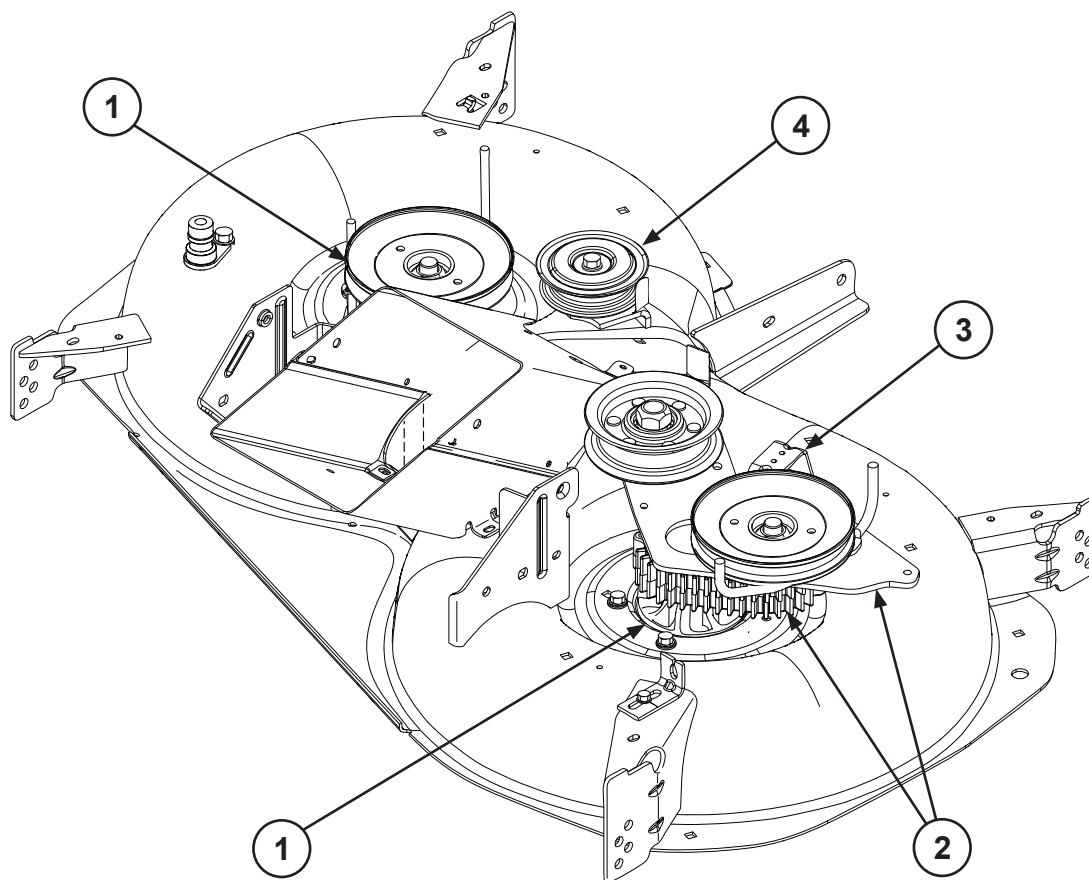

Fig. 1
- (RU) 1. Снимите режущую деку с агрегата (см. руководство по эксплуатации трактора).
- (EE) 1. Eemaldage seadmelt niiduki lõikeosa (vt traktori kasutusjuhendit).
- (LT) 1. Iš vejapjovės išimkite pjovimo agregatą (žr. jūsų traktoriuko savininko žinyną).
- (LV) 1. Noņemiet pļaujmašīnas korpusu (skatiet traktora lietotāja rokasgrāmatu).
- (BG) 1. Демонтирайте косилния апарат от агрегата (вижте ръководството за собственика на вашия трактор).
- (RO) 1. Demontați puntea mașinii de tuns iarba de pe unitate (consultați manualul de utilizare al tractorului dvs.).
- (RU) 2. Снимите обе оправки и шкивы (1). Снимите редуктор в сборе и рычаг регулировки натяжения (2). При наличии крепления с правой стороны срежьте его (3). Снимите неподвижный направляющий шкив с левой стороны (4) (рис. 1).
- (EE) 2. Eemaldage spindlid ja rihmarattad (1). Eemaldage käigukastikoost ja pingutushoob (2). Lõigake parempoolselt küljelt ära klamber (kui on olemas) (3). Eemaldage statsionaarne rihmaratas vasakpoolselt küljelt (4) (joon 1).
- (LT) 2. Išimkite prakalą ir skriemulius (1). Išimkite pavarų dėžę ir įtempio reguliavimo svirtį (2). Išimkite dešiniąją gembę, jeigu ji sumontuota (3). Pašalinkite kairįjį kreipiantįjį skriemulį (4) (1 pav.)
- (LV) 2. Noņemiet abus tapņus un spoles (1). Noņemiet pārneseumkārbas bloku un spriegošanas sviru (2). Labajā pusē pārgrieziet skavu, ja tāda ir (3). Noņemiet stacionāro spriegošanas bloku kreisajā pusē (4) (1. zīmējums).
- (BG) 2. Демонтирайте двата дорника и ролките (1). Демонтирайте модула на скоростната кутия и обтягащото рамо (2). Отрежете скобата от дясната страна, ако има поставена (3) Демонтирайте стационарната свободна шайба от лявата страна (4) (фиг. 1).
- (RO) 2. Demontați ambele mandrine și roți de transmisie (1). Demontați ansamblul cutiei de viteze și brațul de întindere (2). Dacă există, scoateți consola de pe partea dreaptă (3) Scoateți fulia de mers în gol staționară de pe partea stângă (4) (fig. 1).